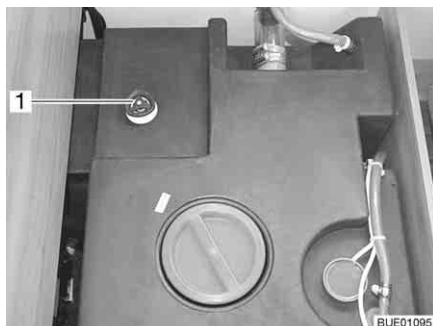

Fig. 239 Reservatório da água com manípulo rotativo
- No reservatório da água, gire o manípulo rotativo (Fig. 239,1) em sentido contrário ao dos ponteiros do relógio para lá da resistência até ao encosto, para abrir completamente o orifício de esvaziamento.